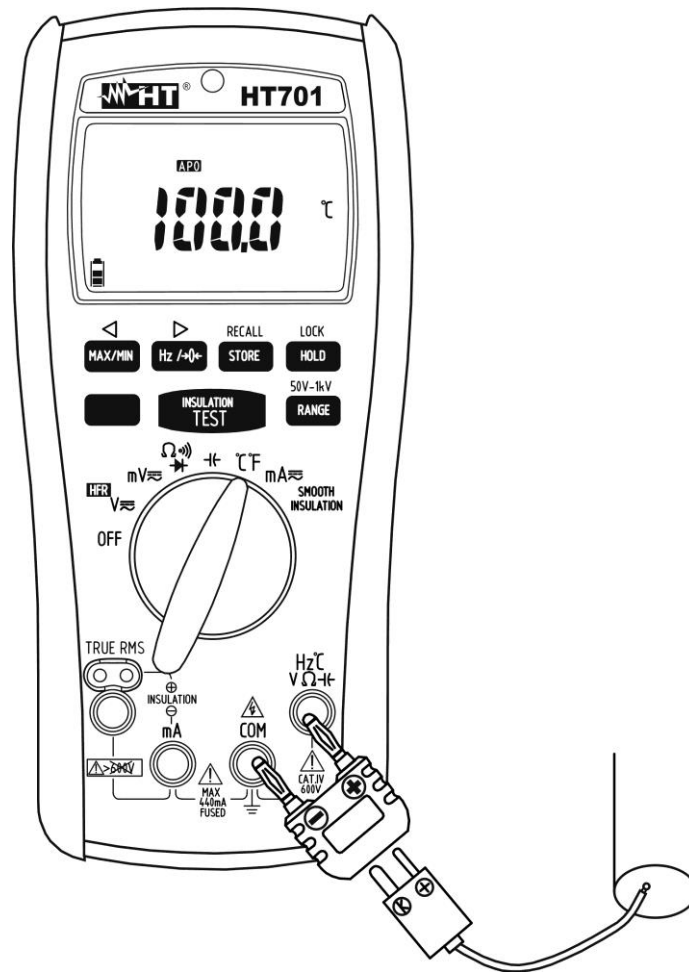

Fig. 9: Uso do instrumento para medir Temperaturas
3. Inserir o adaptador fornecido nos terminais de entrada **H_z°CΩ-Hz** e **COM** respeitando as cores vermelho e preto presentes nos mesmos (consultar a Fig. 9)